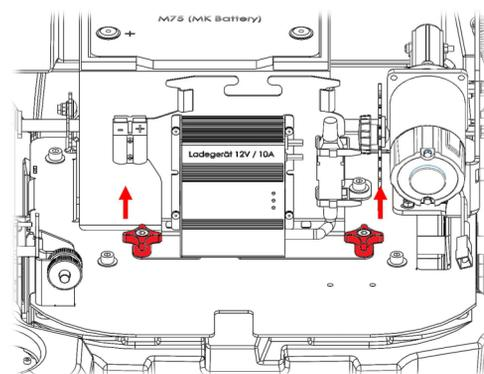

Abb. 3
- Halter Ladegerät lösen und demontieren. (Abb. 3)